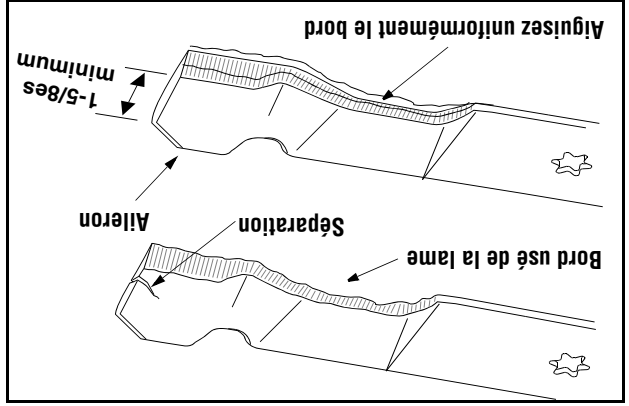

Figure 21
- Enlevez la goupille épingle qui maintient le câble de la prise de force sur l'arrière du plateau de coupe. Voir la Figure 21.
- Retirer l'écrou à bride à six pans qui maintient la lame. Voir la Figure 21.